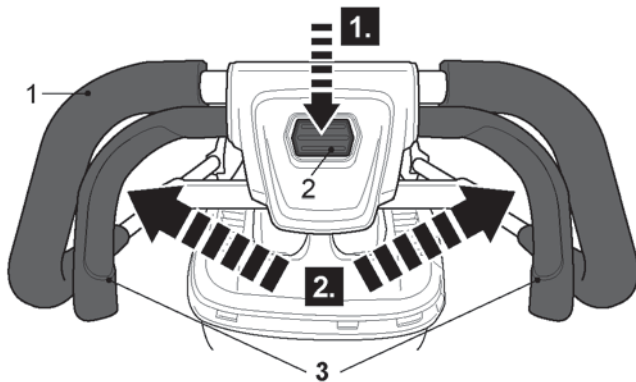

Fig.25
- > Appuyez sur le bouton de verrouillage [2] et maintenez-le en position (Fig.25, étape 1).
- > Pressez le levier de démarrage [3] vers la poignée [1] pour allumer l'appareil (Fig.25, étape 2). Maintenez le levier de démarrage [3] en position pendant le fonctionnement.